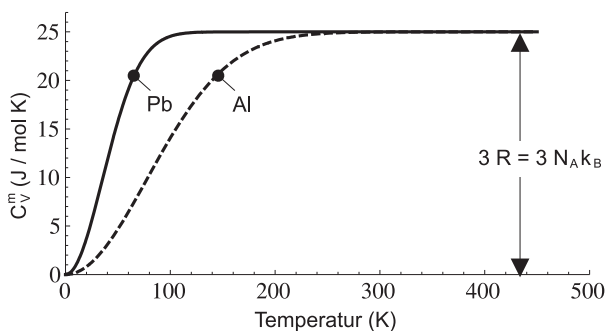

Abb. 2: Temperaturabhängigkeit der molaren Wärmekapazitäten einiger Festkörper.
Diese Regel von Dulong-Petit entspricht nicht der ganzen Wahrheit. Bei hohen Temperaturen (*Raumtemperatur*) stimmt der Wert nach Gl. (18) gut mit dem experimentellen Ergebnis überein, bei sehr tiefen Temperaturen dagegen stehen nicht alle klassischen Freiheitsgrade gleichermaßen zur Verfügung, weswegen der experimentelle Wert unterhalb des theoretischen liegt (siehe Abb. 2, Achtung hier ist die Temperaturskala in K!). Man